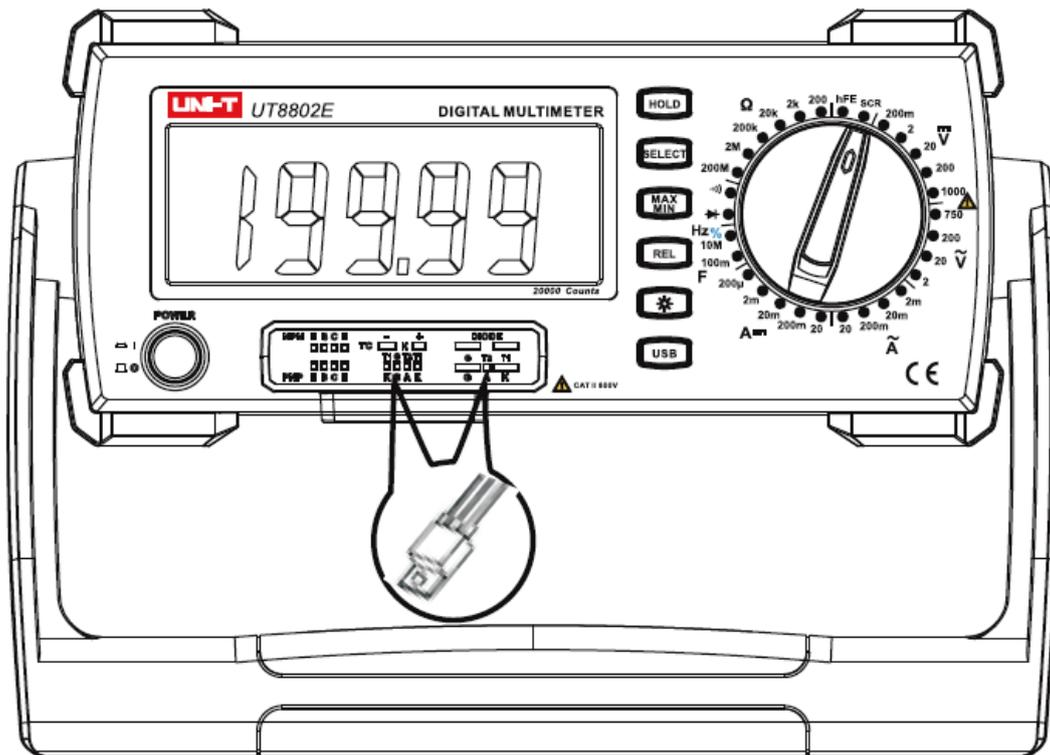

Рисунок 11.
Проверка SCR тиристора/симистора (см. рисунок 11.)
1. Вставьте переходник UT-303A в гнездо, изображенное на рис.11.